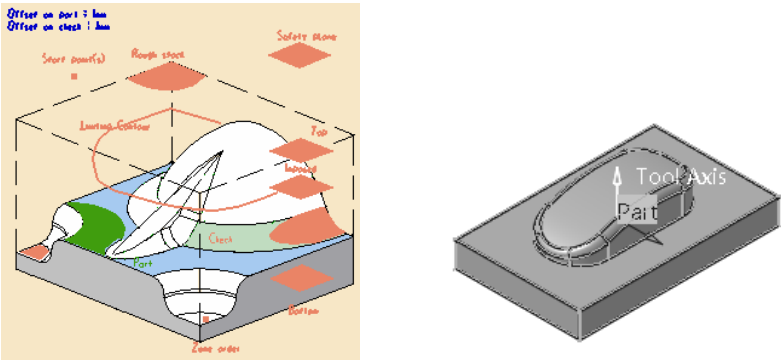

图 3-18 定义加工区域 (1)
- 定义加工区域 (1)。单击 “Roughing.1” 对话框中的 , 切换到几何参数选项卡, 单击对话框中的目标零件感应区, 选择整个目标加工零件作为加工对象如图 3-18 所示, 在空白处双击鼠标左键返回。